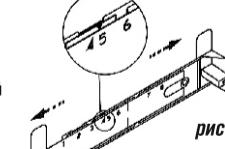

рис. 5
- увеличите размер кронштейна (если это необходимо), раздвинув его, и установите фиксатор напротив цифры 5 (см. рис. 5);